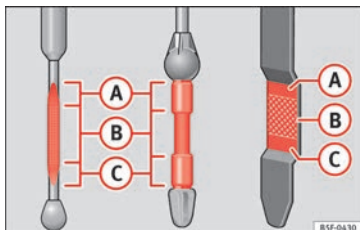

Fig. 235 Asta di misurazione livello olio motore
– In seguito, estrarla di nuovo e controllare il livello dell'olio » fig. 235. Se necessario, rabboccare dell'olio.